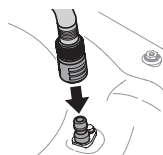

Figura 40
3. Conecte la manguera de jardín con el pico de lavado de plataforma al puerto de agua que está sobre la superficie de su plataforma (Figura 40).